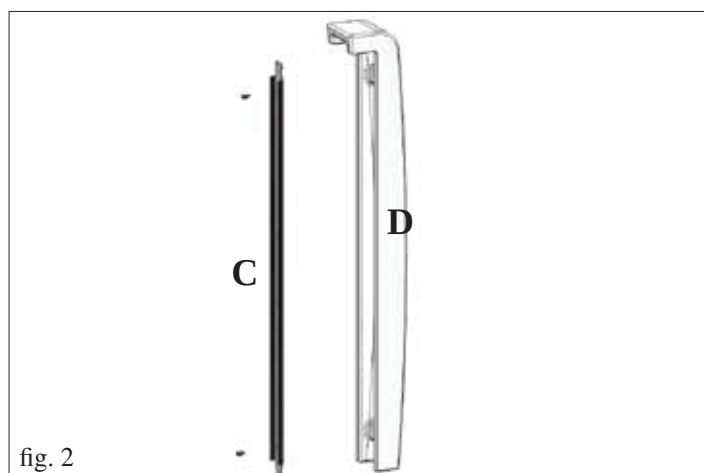

Fig. 2
- n° 2 fianchi in ceramica (D fig. 2)
- Smontare il fianco metallico destro rimuovendo le due viti posteriori (vedi pag. 8 - fig. 2).